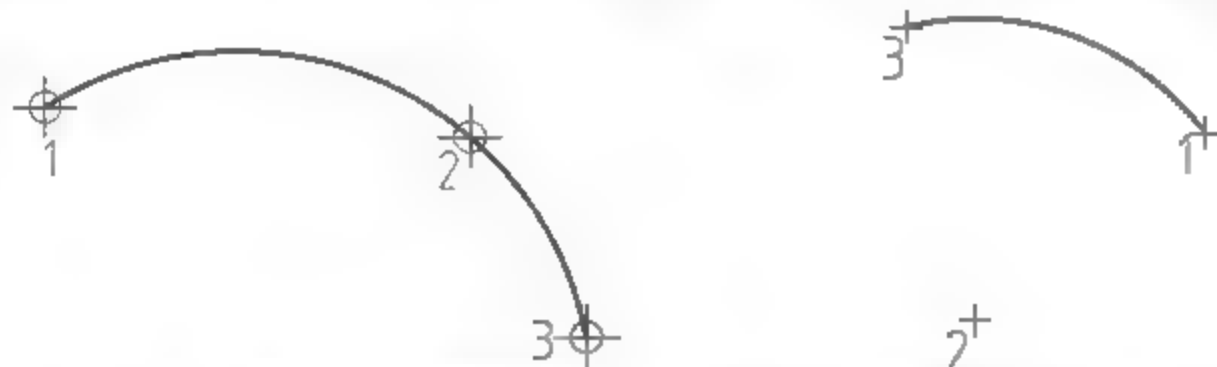

图3-59 指定三点绘制圆弧 图3-60 指定起点、圆心、端点绘制圆弧
- 三点 (P): 通过指定圆弧上的三点绘制圆弧, 需要指定圆弧的起点、通过的第二个点和端点, 如图3-59所示。